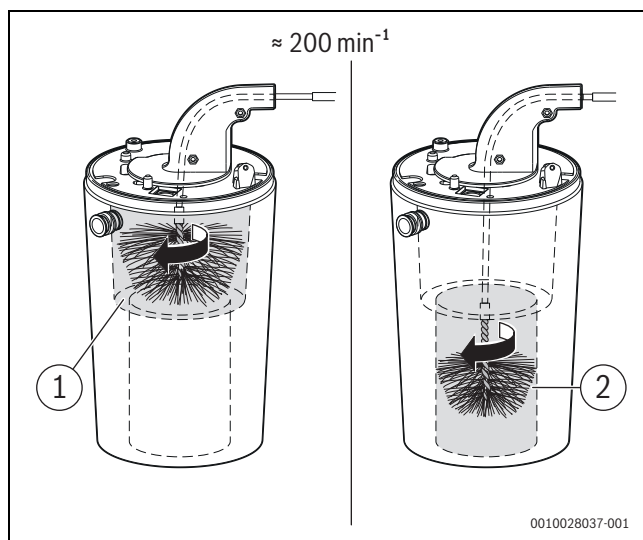

Рис. 113 Очистка теплообменника (ок. 200 об/мин, только правое вращение)
- Повторите действия с малой щеткой для нижней области (→ рис. 113, [2]).